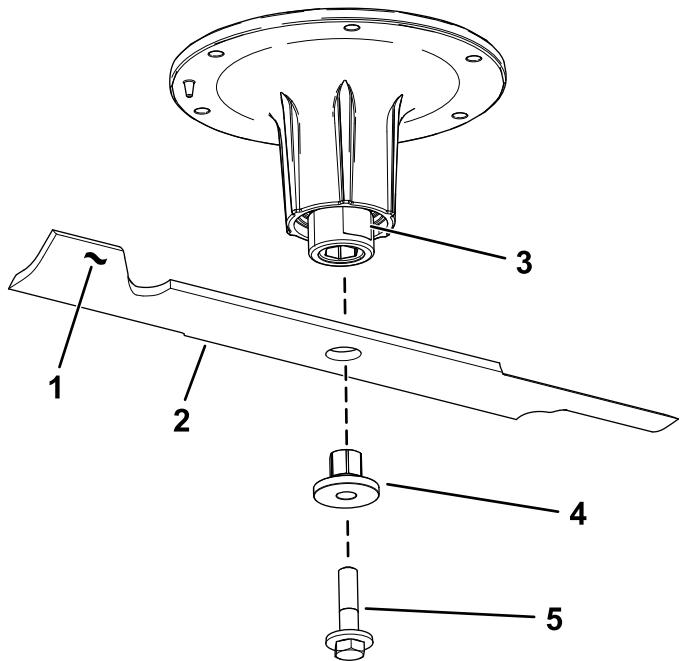

Figura 85
2. Retire el perno de la cuchilla, el buje y la cuchilla del eje (Figura 85).